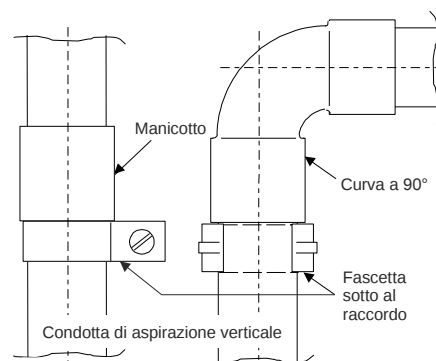

Fig. 33 Condotta di aspirazione verticale
- Con una disposizione verticale della condotta di aspirazione o di parti della stessa (ad es. tubo montante) occorre accertarsi che i tubi non possano scivolare verso il basso (applicare le fascette direttamente sotto i raccordi, come da Fig. 33).